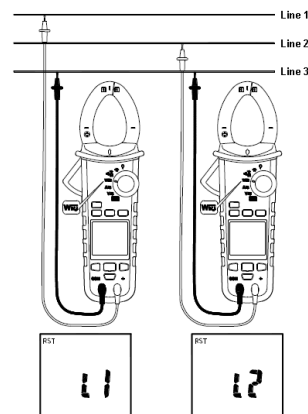

Рис. 8.6 Определение чередования фаз
4. Подключите **красный** щуп к фазовому проводу **L1 (1-я фаза)** а **черный** – к **L3 (3-я фаза)** (на рис.8.6 - измерение **слева**).
10. Сразу же переключите **красный** щуп на провод **L2** до того как на экране прекратится отображение сообщения «**L2**» (на рис.8.6 - измерение **справа**).